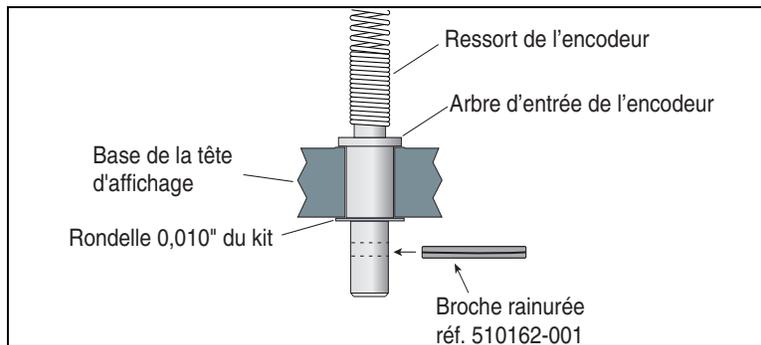

Figure B-4. Fixation de l'arbre d'entrée de l'encodeur dans la base de la tête d'affichage
6. Depuis le dessous de la tête d'affichage, insérez la broche rainurée du kit dans l'orifice dans l'arbre d'entrée afin de la fixer dans la base de l'unité (Figure B-4).